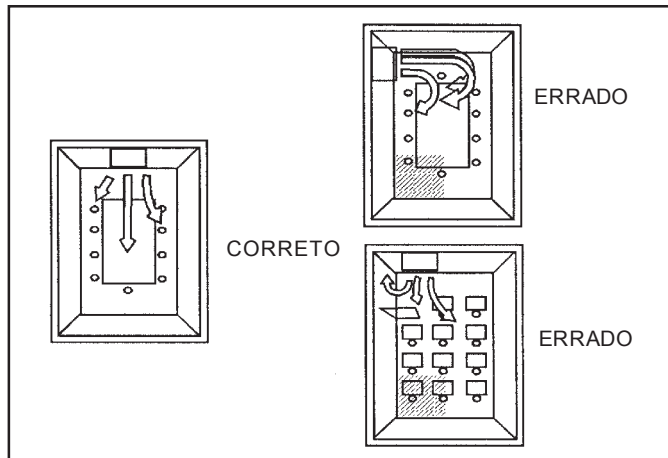

FIGURA 3 - POSIÇÃO DA UNIDADE EVAPORADORA NO AMBIENTE
- A posição da unidade deve ser tal que permita a circulação uniforme do ar em todo o ambiente (figura 3).